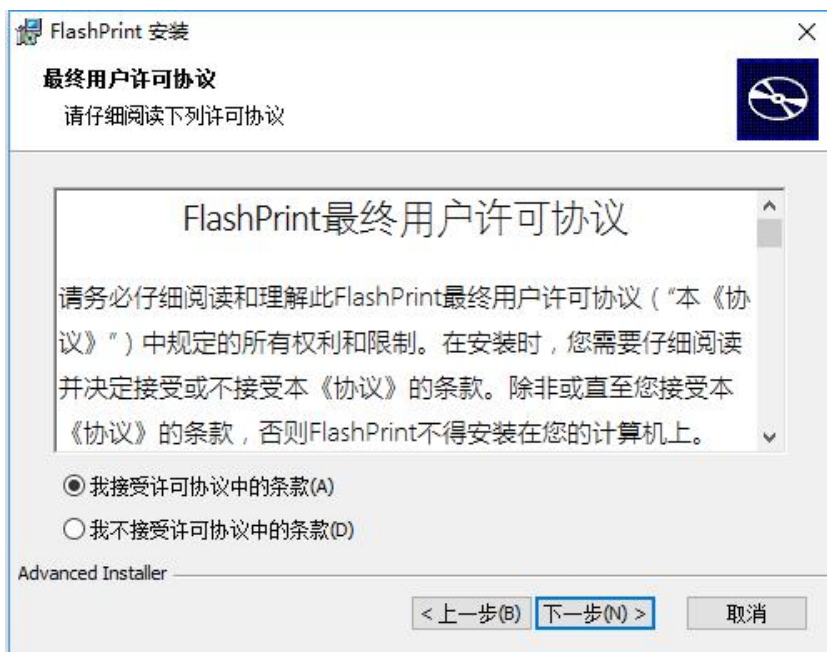

图 6-3
④ (图 6-3) 选择[我接受许可协议中的条款]，随后点击[下一步]